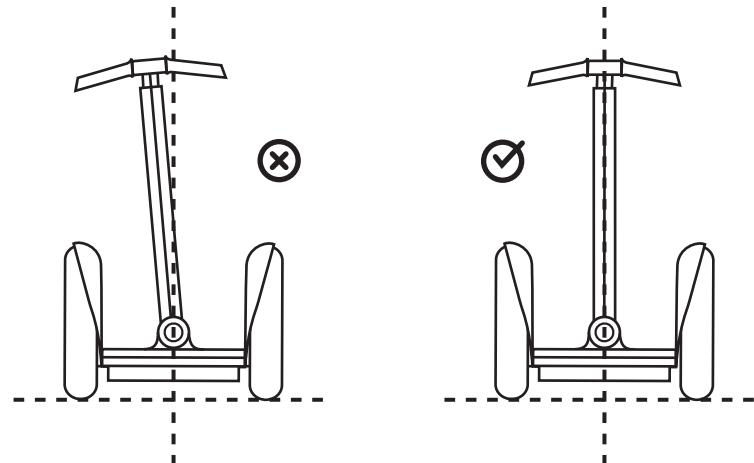

図 3. LeanSteer フレームの中心
7. ファスナーをさらに締める前に、ハンドルバーが真っ直ぐ中心になっていることを目で確かめます。ハンドルバーが真っ直ぐ中心でない場合は、LeanSteer フレームを調節して、真っ直ぐで中心になるようにします。図 3 を参照してください。